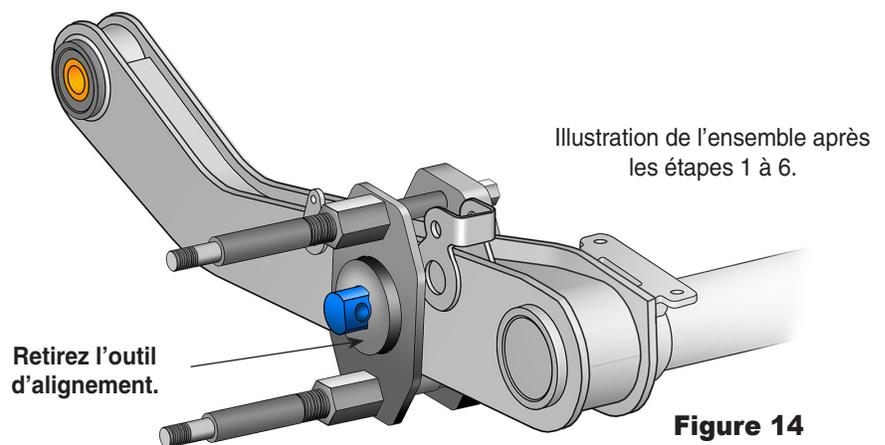

Figure 14
6. Serrez les écrous de serrage sur la plaque de serrage. Voir Figure 14.